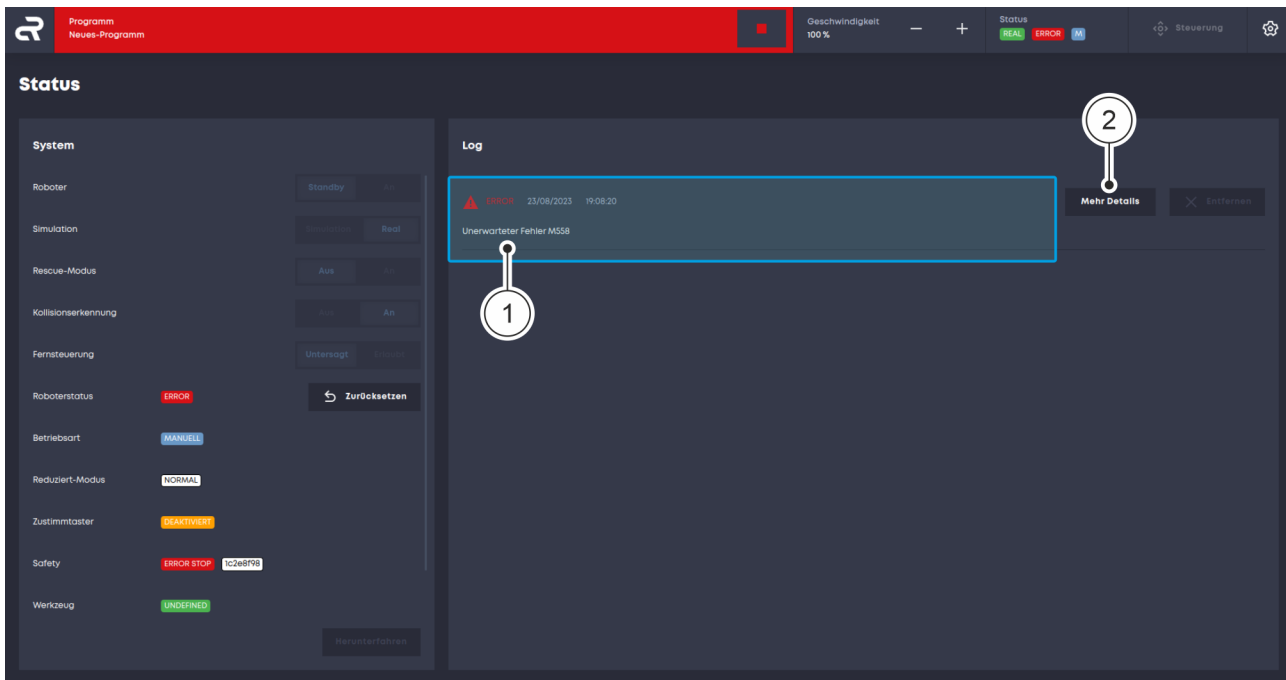
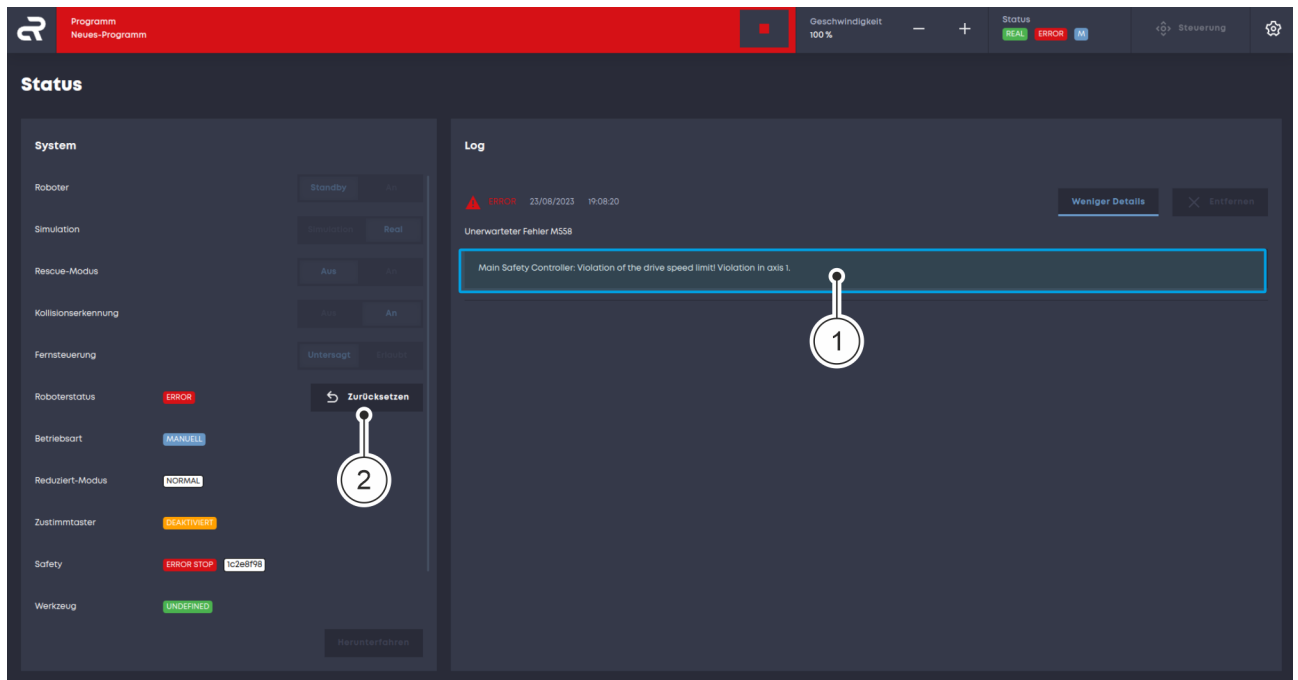

Abb. 61 Störmeldungshistorie aufrufen
Abb. 62 Störmeldung quittieren
- ▶ Im Menü „Log“ werden die Störmeldungen angezeigt Abb. 61 / ①.
Bei einer anliegenden Störung wird zusätzlich das Symbol **ERROR** in der Statusanzeige und im Menü „Status“ angezeigt Abb. 61.
02. Im Menü „Log“ auf die Schaltfläche „Mehr Details“ Abb. 61/② klicken, um Informationen zur Störmeldung zu erhalten Abb. 62/①.
04. Im Hauptbildschirm auf die Schaltfläche „Zurücksetzen“ klicken, um die Störmeldung zu quittieren Abb. 62 / (2).